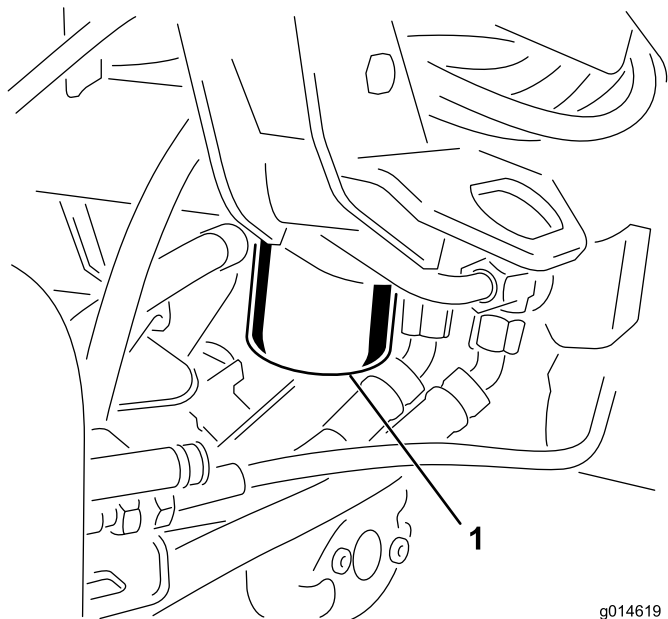

Рисунок 45
1. Очистите область вокруг места крепления фильтра (Рисунок 45). Поместите сливной поддон под фильтр, а затем снимите фильтр.